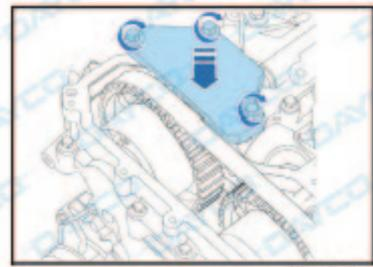

Fig. 1.4
- Instale la plantilla - herramienta de bloqueo del eje de levas de aspiración (Fig. 1.4).